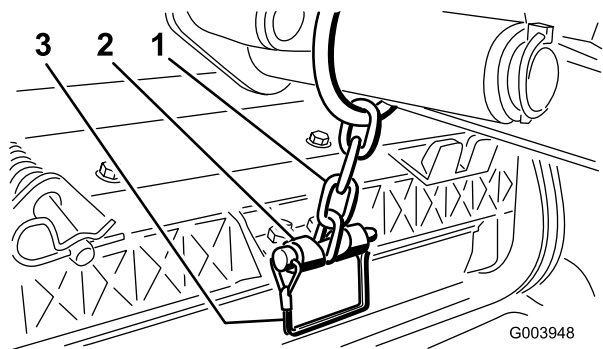

Figure 12
12. Fixez la chaîne du bras de relevage au support de la chaîne avec la goupille élastique (Figure 12). Utilisez le nombre de maillons mentionné dans le *Manuel de l'utilisateur* du plateau de coupe.